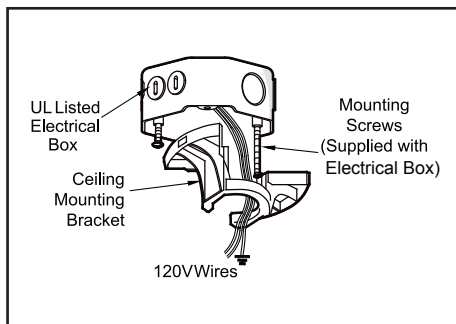

Figura 8
1. Pasa los cables de alimentación de 120 V a través del orificio central en el soporte de montaje de techo como muestra la Figura 8.
2. Instala el soporte de montaje de techo sobre la caja eléctrica deslizando aquel sobre los dos tornillos suministrados con esta. Si es necesario, usa arandelas niveladoras (no incluidas) entre el soporte de montaje y la caja eléctrica. Ten en cuenta que el lado plano del soporte de montaje debe mirar hacia la caja eléctrica. (Figura 8)